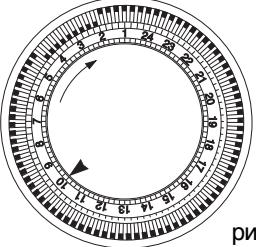

рис.5
- Посмотрите сколько времени показывают ваши часы. Предположим, что сейчас 10 часов, поверните диск с цифрами программатора по часовой стрелке до совмещения цифры 10 с указателем **▲** нанесенным на переднюю панель (рис.5).